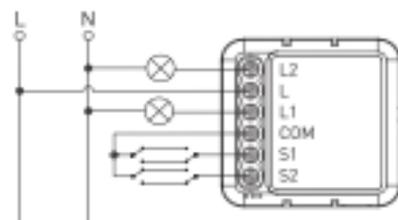

Рисунок 2.5
- с проходными выключателями (см. рисунок 2.5);